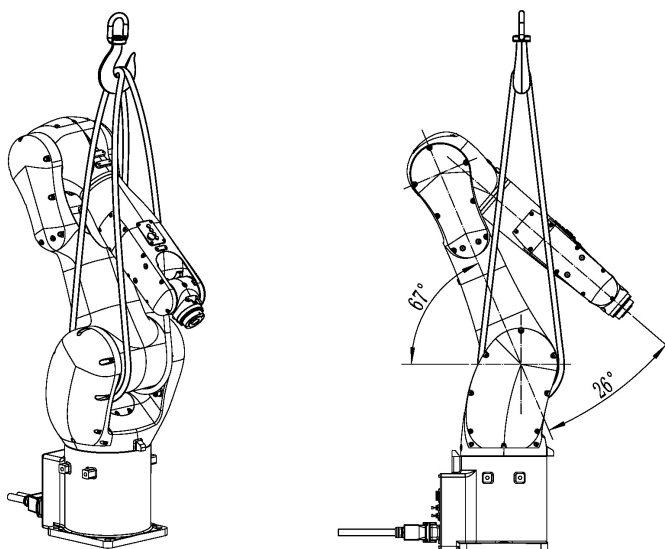
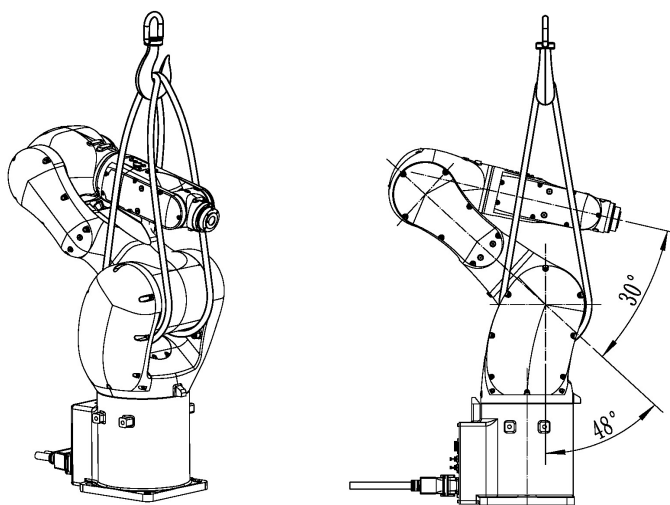
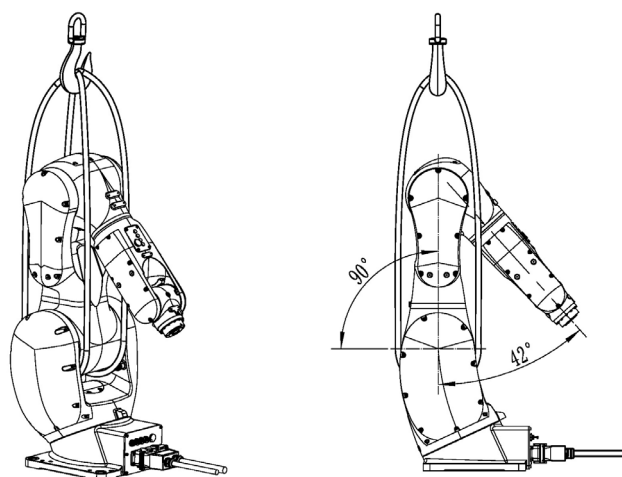

图 3.1.1 CRP-RA12-10搬运姿态
图 3.1.2 CRP-RA09-12 搬运姿态
图 3.1.3 CRP-RA09-12-T3/ CRP-RA09-12-T4搬运姿态
- (1) 必须把机器人调整到搬运姿态（参考图3.1.1、图3.1.2、图3.1.3）。
- (2) 按图示方法安装吊带，吊带从机器人腰部与大臂底部穿过居中环绕，并使用封闭式挂钩吊装；
- (3) 使用满足机器人搬运要求的吊带或钢丝绳；
- (4) 搬运时，必须缓慢平稳，防止机器人在搬运过程中晃动。
- (2) 使用能够承受机器人重量的托盘。
- (3) 将机器人用M16螺栓固定在托盘中间。禁止在托盘边沿放置机器人。